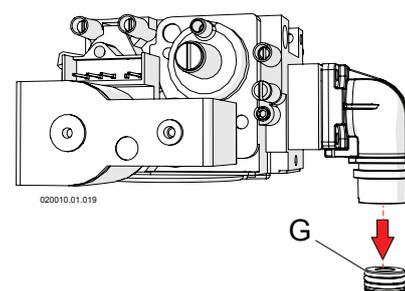

Figura 6-6
- 6.- sostituire l'ugello del gas "G" (Figura 6-6) con quello presente nel kit verificando la corrispondenza del diametro nella tabella (Figura 6-8);